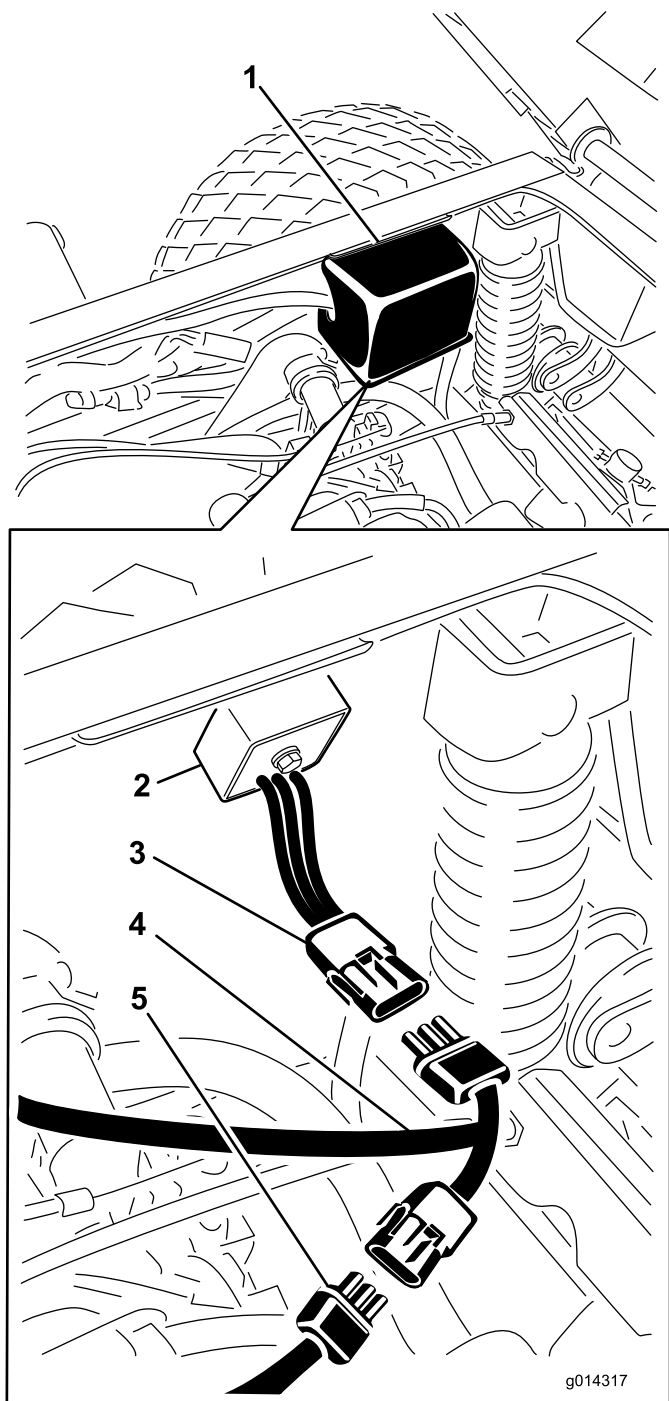

Figure 4
2. Déposez le couvercle du compartiment électrique, situé sur le côté droit du cadre, pour accéder au régulateur et au câblage (Figure 4).
3. Débranchez le régulateur du faisceau du véhicule et branchez-le au faisceau de démarrage à clé arrière (Figure 4).
4. Connectez le faisceau de démarrage à clé arrière au faisceau du véhicule (Figure 4).